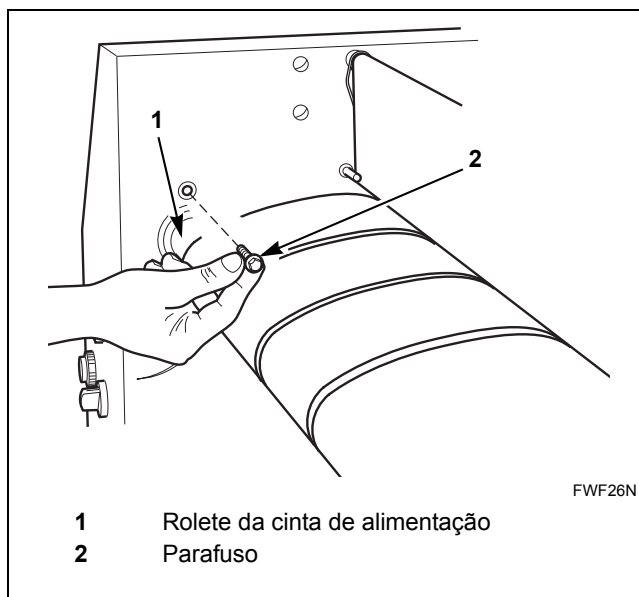

Figura 27
6. Desbloqueie o rolete da cinta de alimentação, no painel interior do lado esquerdo, removendo dois parafusos. Mantenha o rolete no mesmo sítio e verifique a direcção na qual o rolamento está montado. Consulte a *Figura 27*.